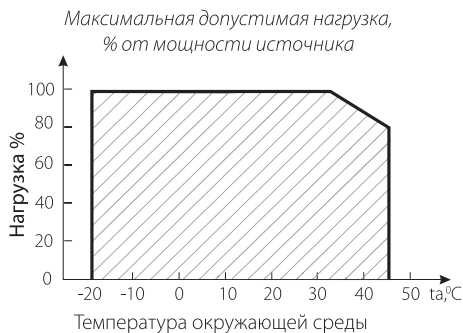

Рис. 3
4.3. Не нагружайте источник питания более 80% от его максимальной мощности. Учитывайте, что с повышением температуры окружающей среды, максимальная мощность источника питания снижается, см. график зависимости на Рис. 3.